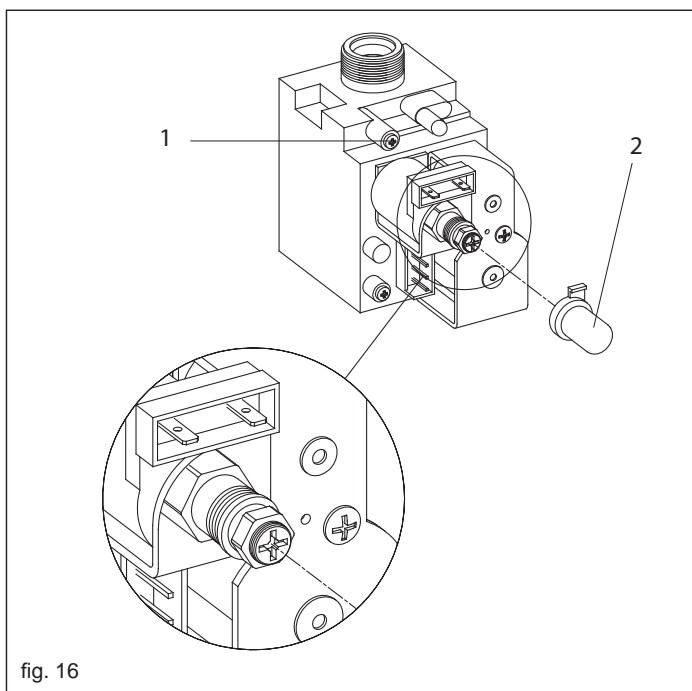

fig. 16
- a: inserire la presa del manometro nella presa di pressione (1) della valvola gas allentando la vite (fig. 16)
- b: togliere il cappuccio di protezione (2, fig. 16)
- g: rimontare il cappuccio di protezione (2, fig. 16)
- h: chiudere la vite della presa di pressione della valvola gas (1, fig. 16)
a: inserire la presa del manometro nella presa di pressione (1) della valvola gas allentando la vite (fig. 16)
b: togliere il cappuccio di protezione (2, fig. 16)
g: rimontare il cappuccio di protezione (2, fig. 16)
h: chiudere la vite della presa di pressione della valvola gas (1, fig. 16)
a: inserire la presa del manometro nella presa di pressione (1) della valvola gas allentando la vite (1, fig. 16)
h: chiudere la vite della presa di pressione della valvola gas (1, fig. 16).